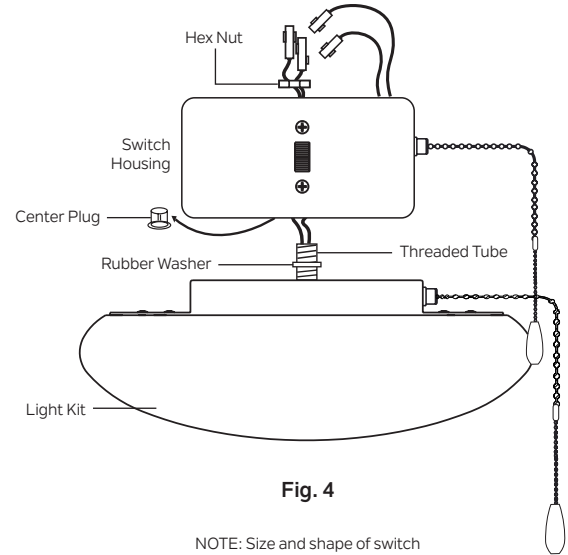

Fig. 4
1. Remove the center plug from the switch housing (supplied with the fan). Retain the center plug for future use, in case the light kit is removed later. (Fig. 4).
1. Retirez la fiche centrale du boîtier de l'interrupteur (fourni avec le ventilateur). Conservez la fiche centrale pour une utilisation future, au cas où l'ensemble d'éclairage serait retiré ultérieurement. (Fig. 4).